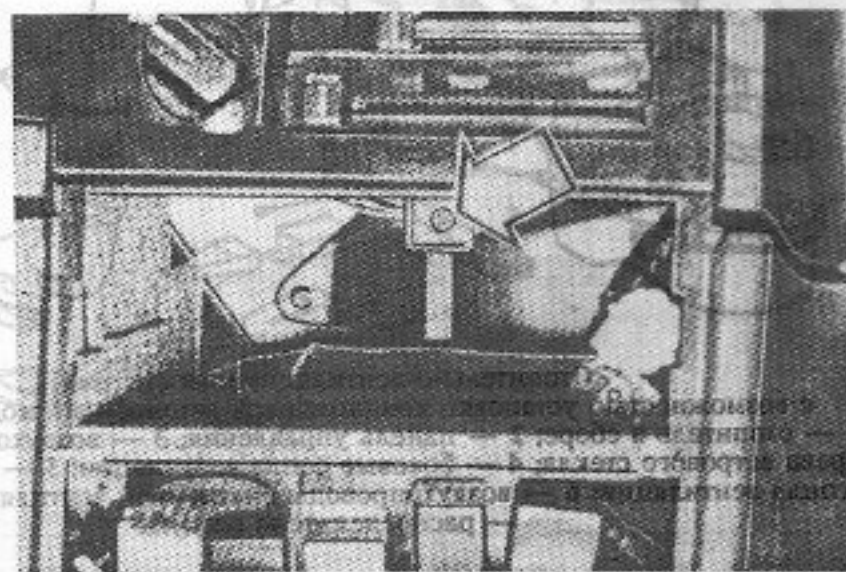

Рис. 7
• Выверните винт крепления и снимите консоль радиоприемника (рис. 7).